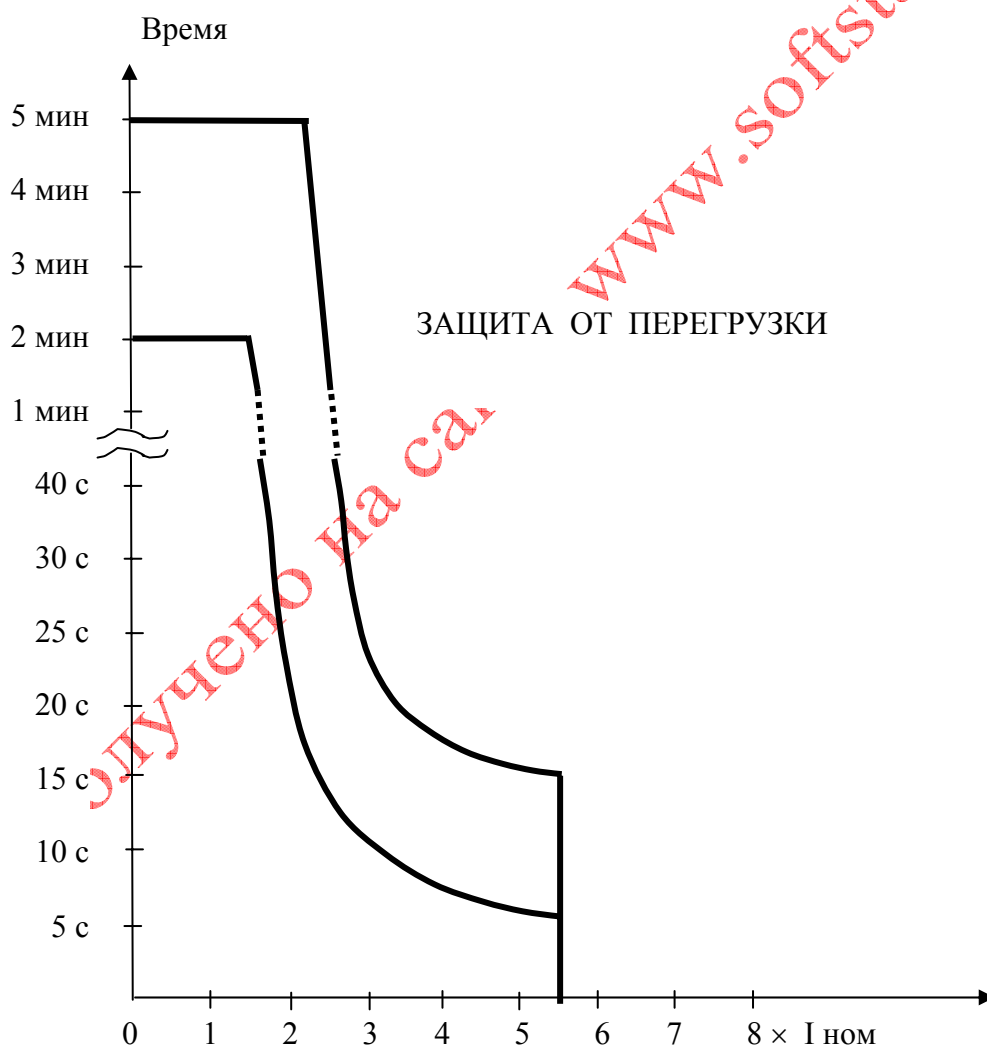

Рис. 5. Диаграмма защиты от перегрузок
3. **Задержка защиты от перегрузки.** – Происходит отключение двигателя через установленное время (5 минут или 2 минуты), при нагрузке двигателя, превышающей значение, установленное в режиме «**Настройка**» параметром **Ток пер. -стоп.** Рис. 5